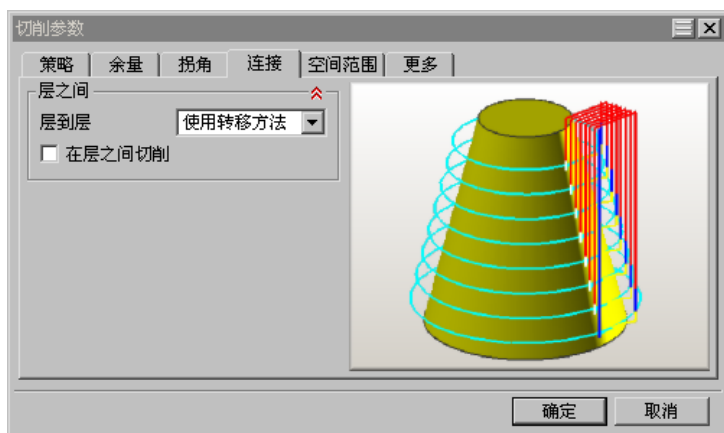

图 13.13 “连接”选项卡
Step3. 单击“切削参数”对话框中的 **连接** 选项卡, 参数设置值如图 13.13 所示, 单击 **确定** 按钮, 系统返回到“深度加工轮廓”对话框。